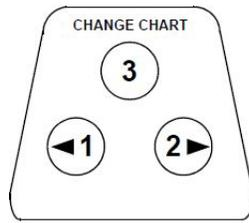

Figura 14. Pulsanti del grafico
2. Premere e tenere premuto il pulsante grafico (3 in *Figura 14*) per circa un secondo. La penna si sposterà fuori scala.